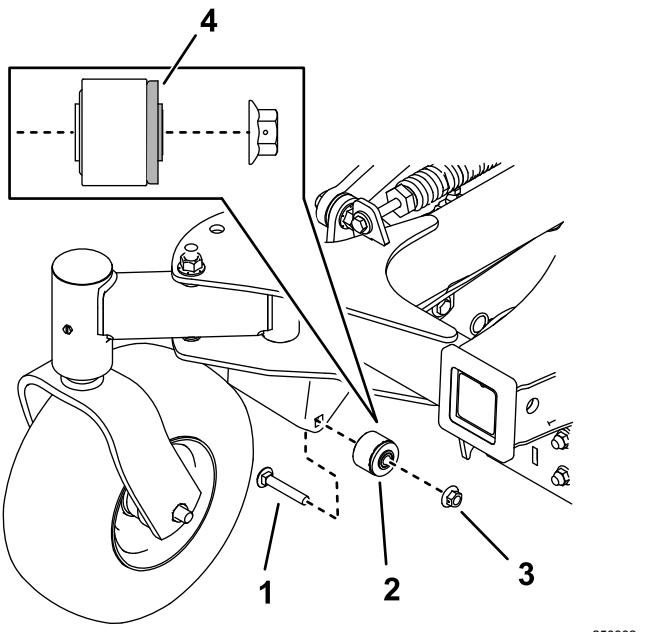

Figure 12
9. Avec un boulon de carrosserie ($\frac{3}{8}$ x $2\frac{1}{4}$ po) et un écrou ($\frac{3}{8}$ po), installez les bagues sur la machine (Figure 12). Serrez le boulon à un couple de 37 à 45 N·m (27 à 33 pi-lb).
Remarque: La bride en caoutchouc de la bague doit être tournée vers l'intérieur de la machine, comme montré à la Figure 12.